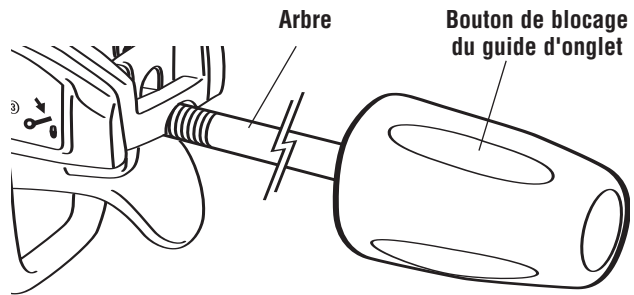

Figure 4: Bouton de blocage du guide d'onglet
Localisez le bouton de blocage d'onglet parmi les pièces détachées et enfitez l'arbre dans l'ensemble de cran d'arrêt d'onglet comme illustré à la Figure 4.
1. Poussez le coude de poussière sur la buse à poussière. Tournez le coude à la position désirée. (Figure 4)